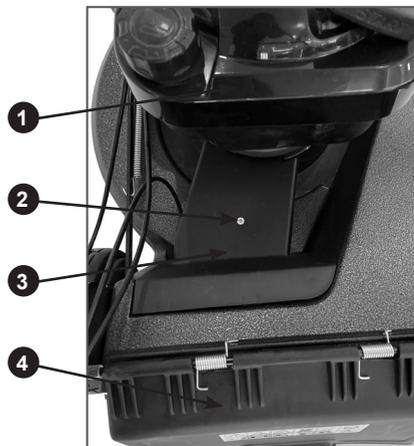

Рис. 28 Проверка состояния ремня привода
- Открутите винт 2 крепления крышки 3 ремня привода и снимите крышку ремня привода (Рис. 28).